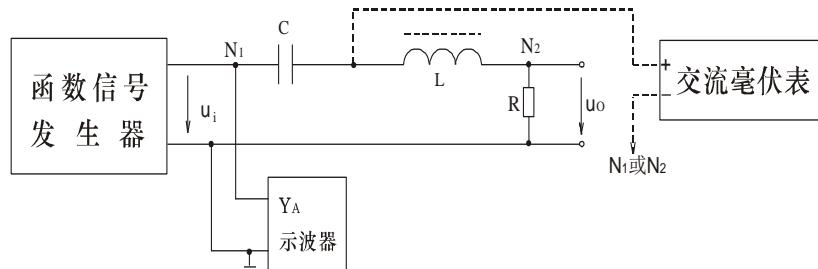

图 6-3
1、按图 6-3 组成监视、测量电路。先选用 C1、R1。用交流毫伏表测电压。令信号源输出电压  $U_i=3V$ ，并保持不变。